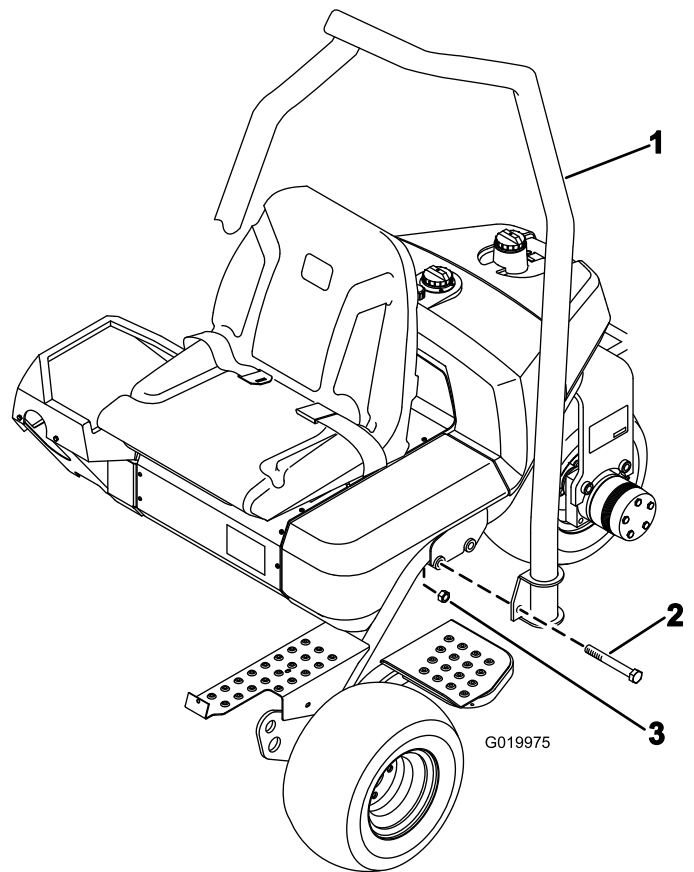

Bild 7
1. Positionieren Sie den Überrollbügel so, dass die Oberseite des Rohrs zur Vorderseite der Maschine gekrümmt ist (Bild 7).
2. Senken Sie den Überrollbügel auf den Rahmen ab und fluchten ihn mit den Befestigungslöchern aus (Bild 7).
3. Befestigen Sie jede Seite des Überrollbügels mit zwei Schrauben ($\frac{5}{8}$ " x $4\frac{1}{2}$ "") und Sicherungsmuttern am Rahmen, wie in Bild 7 abgebildet.